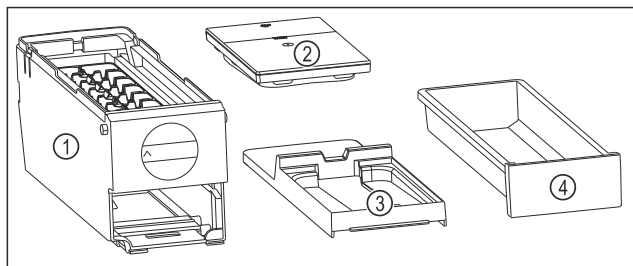

Fig. 119 Componenti dell'EasyTwist-Ice
- ▶ L'EasyTwist-Ice è scomposto in quattro parti. (vedere Fig. 119)
- ▶ Smontare l'EasyTwist-Ice scomponendo solo gli elementi rappresentati in figura. (vedere Fig. 119)
- ▶ Pulire l'intero corpo dell'EasyTwist-Ice Fig. 119 (1).